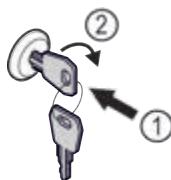

Fig. 127
- ▶ Вдавити ключ Fig. 127 (1).
- ▶ Повернути ключ на 90° за годинниковою стрілкою Fig. 127 (2).